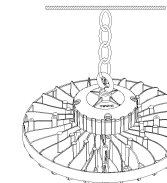

Fig.2
- A MACAW LED tem de ser instalada usando o "Gancho", ver fig.2 para mais detalhes.